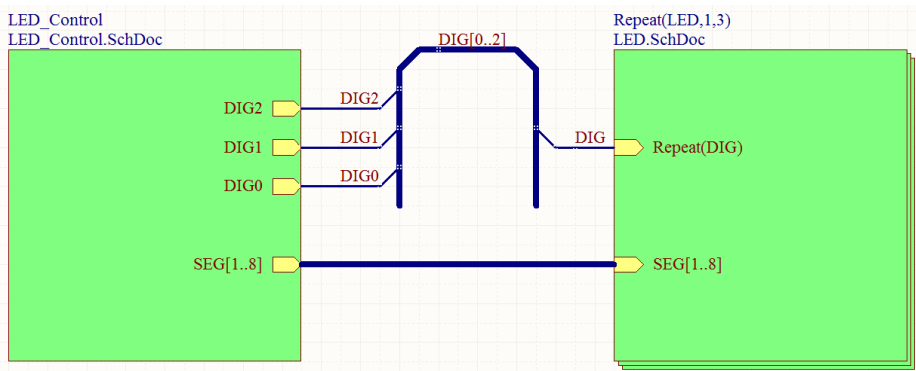

图 7-25 Top_Level.SchDoc
名称为 LED_Control，引用的文档名为 LED_Control.SchDoc，定义好其图纸符号入口，该入口应该与 LED_Control.SchDoc 中的 Port 一一对应，如图 7-25 所示。
则图纸符号 LED 中对应 K 引脚的图纸入口就应该使用 Repeat 关键字, 可以定义为 Repeat (DIG), 表示将该引脚重复多次, 分别与不同的外部网络连接, 如图 7-25 所示。
(5) 图纸符号之间连接具有 Repeat 关键字的图纸入口时, 应该联合使用总线分支、总线以及普通导线的形式。例如, 图 7-25 中, DIG0、DIG1 和 DIG2 分别以总线分支的形式连接到总线 DIG[0..2] 上, 然后总线再与一段普通导线 DIG 相连, 最后连接到 Repeat (DIG) 图纸入口上。
(6) 编译工程后, 可以发现 LED.SchDoc 的编辑窗口下方出现了一个 Editor 标签和三个名称分别为 LEDA、LEDB 和 LEDC 的标签。这三个标签分别对应扩展的物理多通道电路, 单击每个标签, 可以打开其对应的通道电路原理图, 显示为灰色且不可编辑, 灰度级别可以通过 8.4 节介绍进行调整, 同时元件标识符也附加了通道信息。只有 Editor 标签对应的原理图可以修改。